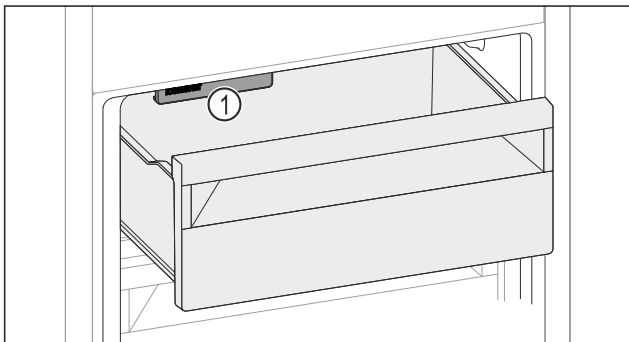

Fig. 126
- ▶ IceMaker Fig. 126 (1) berücksichtigen.